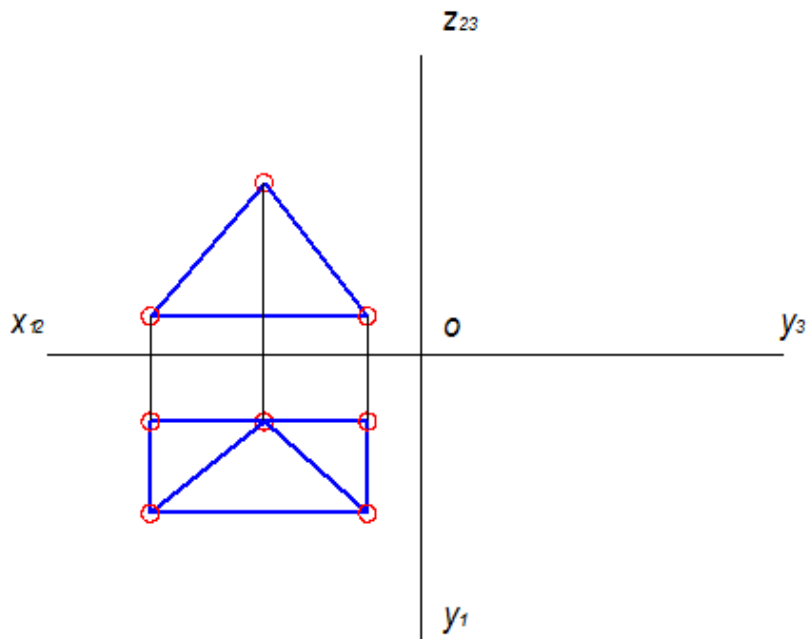

Рисунок 2 – Крок 2 при виконанні РГР № 1
2. Накреслити задані проекції багатогранника, відновлюючи проекційний зв'язок між проекціями вершин. Зображення проекцій багатогранника збільшити (рис. 2).